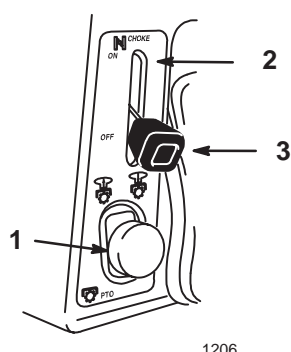

Figure 4
3. Pousser le bouton de prise de force (PdF) en position d'arrêt ("OFF", Fig. 4).
4. Mettre la manette de starter en position engagée (Fig. 4).